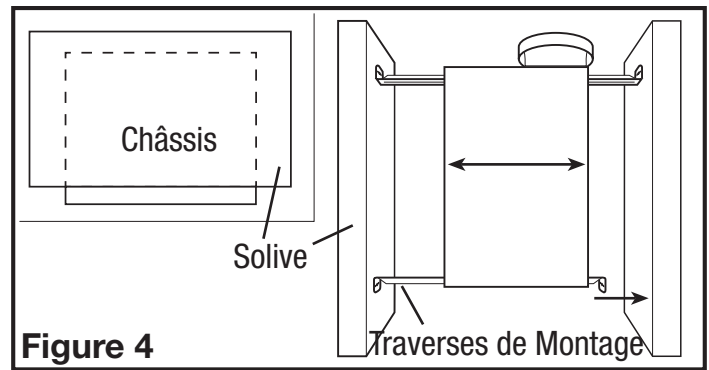
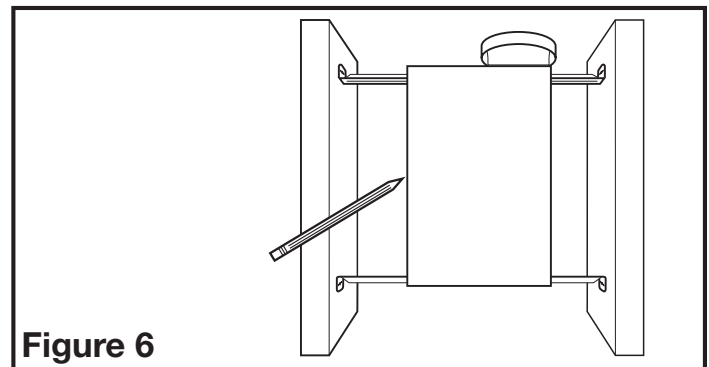

Figure 4
Figure 6
- Installation des Traverses de Montage :** Installer les traverses sur le châssis et positionner le châssis près de la solive. Aligner le châssis pour qu'il soit à effleurement avec le plafond fini. Fixer les extrémités des traverses avec des clous ou des vis (non-comprises) aux solives et glisser le châssis à sa position finale (Figure 4).
- Installation des Traverses de Montage :** placer le châssis en position entre les solives et tracer un contour sur le matériau du plafond (Figure 6). Mettre le châssis de côté et découper l'ouverture, en prenant soin de ne pas couper ou endommager des câbles électriques dissimulés ou autres utilités. Installer les traverses sur le châssis et positionner le châssis dans le trou percé précédemment afin qu'il soit à effleurement avec le plafond fini. Fixer les extrémités des traverses aux solives (Figure 4).